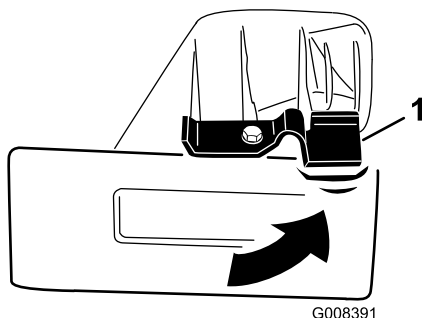

Figura 22
- Gire el cierre del tapón de mulching en el sentido contrario a las agujas del reloj a la posición de abierto (Figura 22).